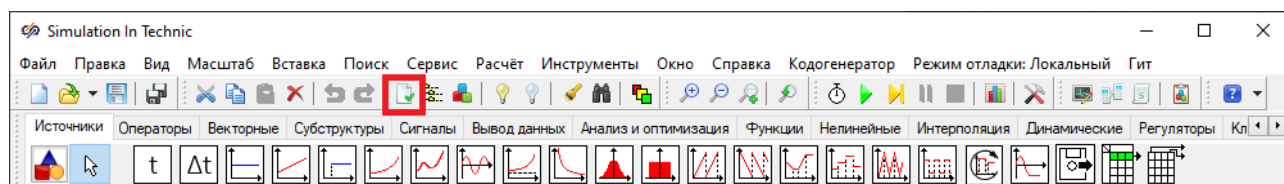

Рисунок 2.2.9. Главное окно SimInTech с выделенной кнопкой **«Свойства»**.
- 2) Выделив блок, нажать на панели кнопок кнопку **«Свойства»** (Рисунок 2.2.9).